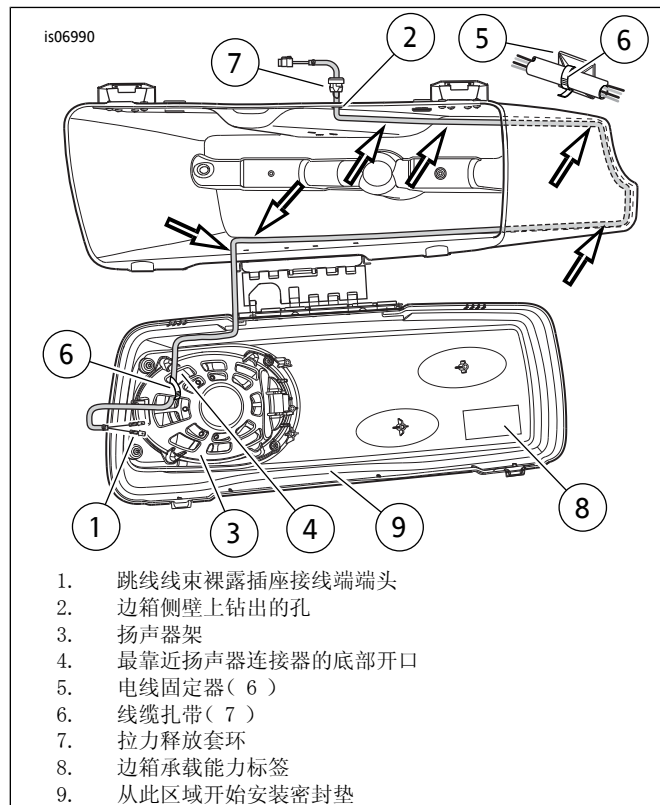

图4。在边箱内侧布线束
- 从盖内侧中心(铰链对侧，参见图4：项目9)开始安装密封垫。
3. 参见图4。将跳线线束的裸露插座接线端(1)端头从外侧插入之前在边箱侧壁上钻出的16 mm (0.62 in)直径孔(2)。布线束：
6. 参见图4。根据本文前面的安装边箱扬声器跳线线束部分的说明将边箱扬声器跳线线束铺设至边箱扬声器。使用线缆扎带将边箱扬声器跳线线束固定至放大器线束。